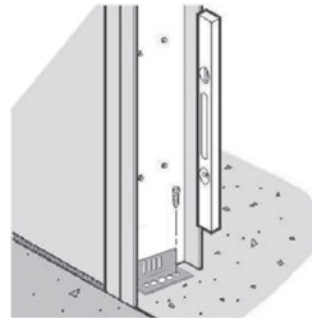

Figura 2
3. Cuando la puerta este vertical, atorníllela al piso con las pinzas de la base y los pernos del ancla provistos. (Figura 2)